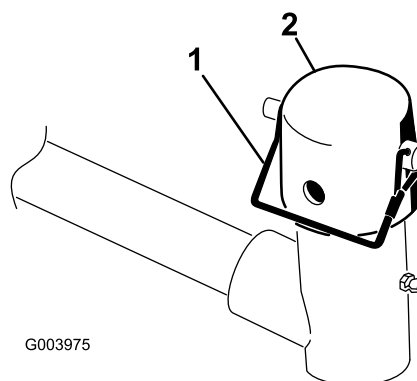

図 7
7. 昇降アームのピボット・ヨークからスナッパ・ピンとキャップを取る（図 7）。
11. スナッパ・ピンを使って、キャップとキャリア・フレームのシャフトとを昇降アームのヨークに固定する。カッティングユニットをステアリング・モードで使う場合はスロットを使い、固定モードで使用する場合には、穴を使う (図 7)。